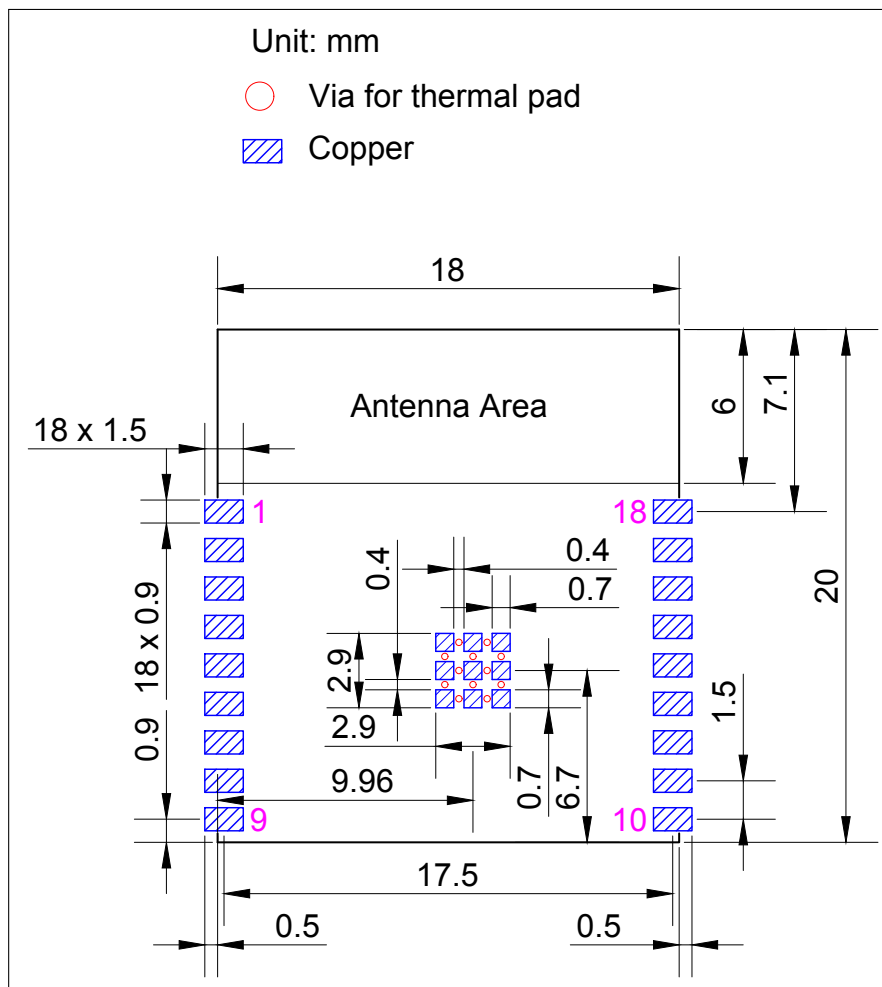
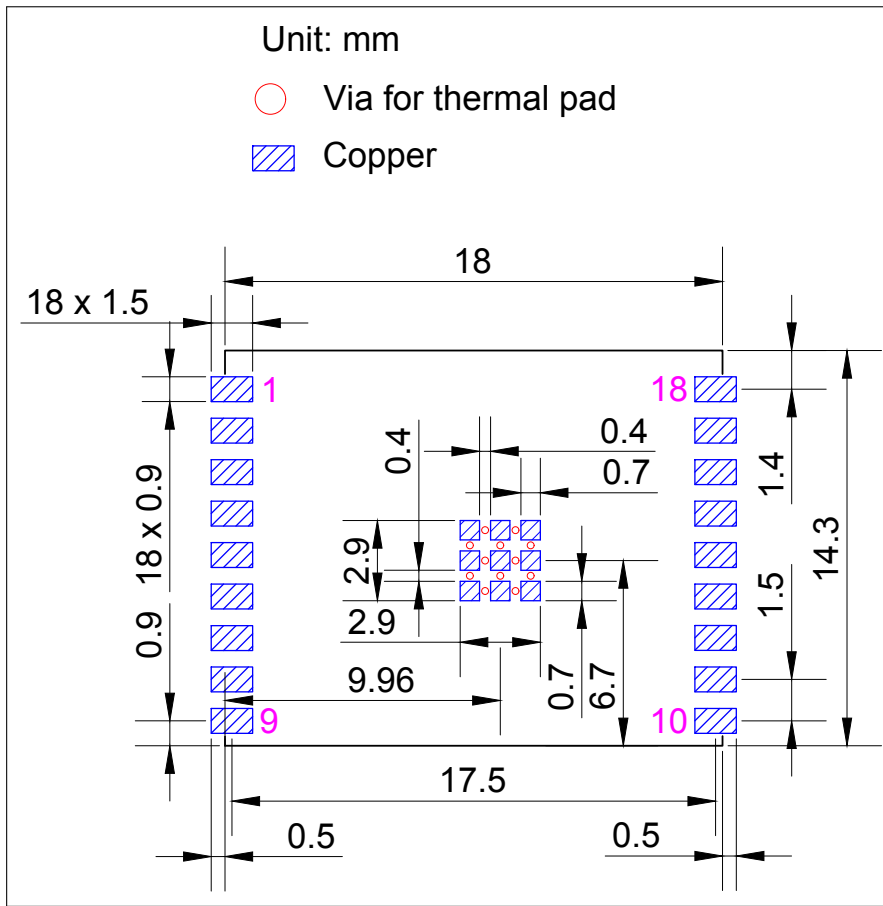

图 10: ESP32-C3-WROOM-02 推荐 PCB 封装图形
图 11: ESP32-C3-WROOM-02U 推荐 PCB 封装图形
- 推荐 PCB 封装图，标有 PCB 设计所需的全部尺寸。详见图 10 *ESP32-C3-WROOM-02 推荐 PCB 封装图形* 和图 11 *ESP32-C3-WROOM-02U 推荐 PCB 封装图形*
- 推荐 PCB 封装图的源文件，用于测量图 10 和 11 中未标注的尺寸。您可用 Autodesk Viewer 查看 ESP32-C3-WROOM-02 和 ESP32-C3-WROOM-02U 的封装图源文件。